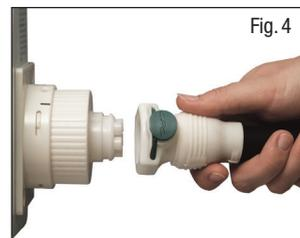

Fig. 4
3. Sluit de luchttoevoerslang van het kussen op de adapter aan waarbij u de uittijningsmarkeringen (Fig. 4) overeenstemt. Zorg ervoor dat dit correct op zijn plaats is geklikt, indien niet kan er een lek optreden.